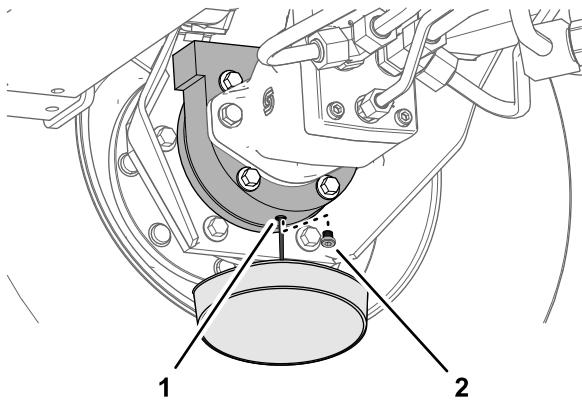

Рисунок 93
- Подставьте сливной поддон под корпус тормоза, снимите пробку сливного отверстия и дайте маслу полностью стечь (Рисунок 93).